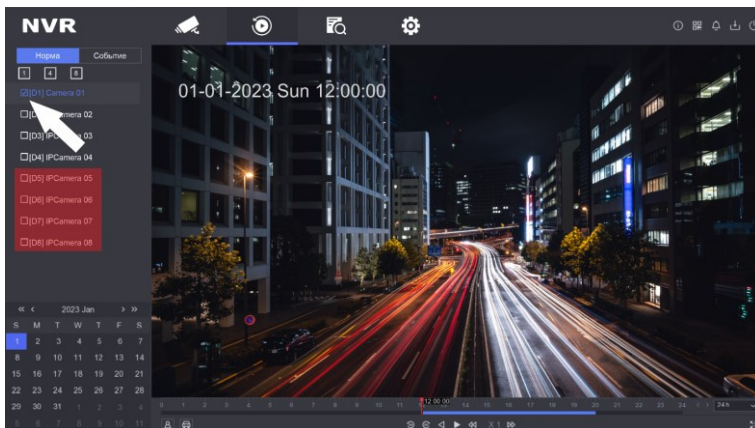

Рисунок 20 – Выбор видеопотока с выбранного канала
7.15.5 На экран будет выведен записанный видеопоток с выбранного канала (рисунок 20).